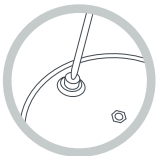

Fig.5a
1. **Ponto de exaustão (23).** Retire a tampa e a válvula rotativa. Verifique no interior da tampa se o ponto de exaustão está completamente limpo. Caso contrário, limpe com uma vareta fina (Fig. 5a).